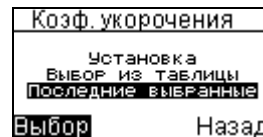
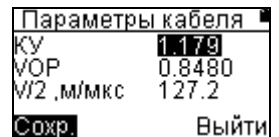
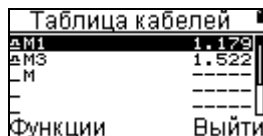

Рисунок 16
Рисунок 17
Рисунок 18
6.3.6.1 При выборе режима **Автоматический** будет предложено выбрать коэффициент укорочения (рисунок 16) несколькими способами: установкой вручную (рисунок 17), из таблицы в памяти (рисунок 18) или из последних 10 измерений (рисунок 19).
- **Укорочение**, можно изменить величину коэффициента укорочения в режиме **Установка** кнопками \langle , \rangle (рисунок 17). Коэффициент укорочения можно выбрать из таблицы или записать в нее новые значения, удалить старые, переименовать, а также измерить по известной длине кабеля (рисунок 26);